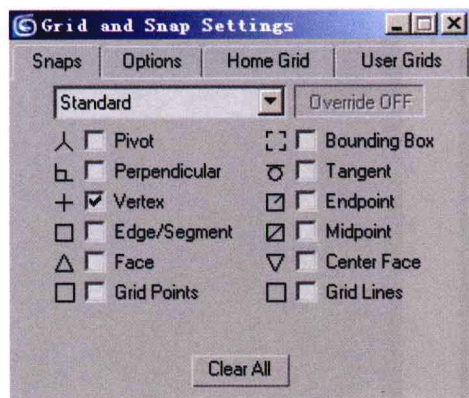
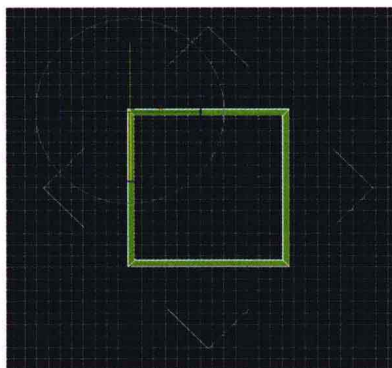

图 1-7
图 1-8
6. 在【角度】 工具上右击鼠标，在弹出的对话框中（图 1-7），设置捕捉角度为“45°”，然后使用【旋转】工具，在【Top】（顶）视图中旋转其方向，最后将其调成正确方向（图 1-8）。